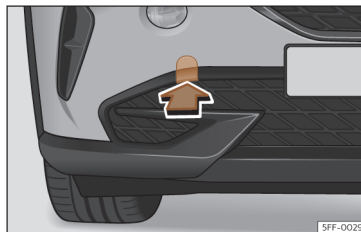

Fig. 199 No lado direito do para-choques dianteiro: retirar a tampa.
O alojamento para a argola de reboque enroscável encontra-se na parte direita do para-choques dianteiro, atrás de uma tampa >>> **Fig. 199**.
- Retire a tampa fazendo pressão na zona inferior da mesma e deixe-a pendurada no veículo >>> **Fig. 199**.